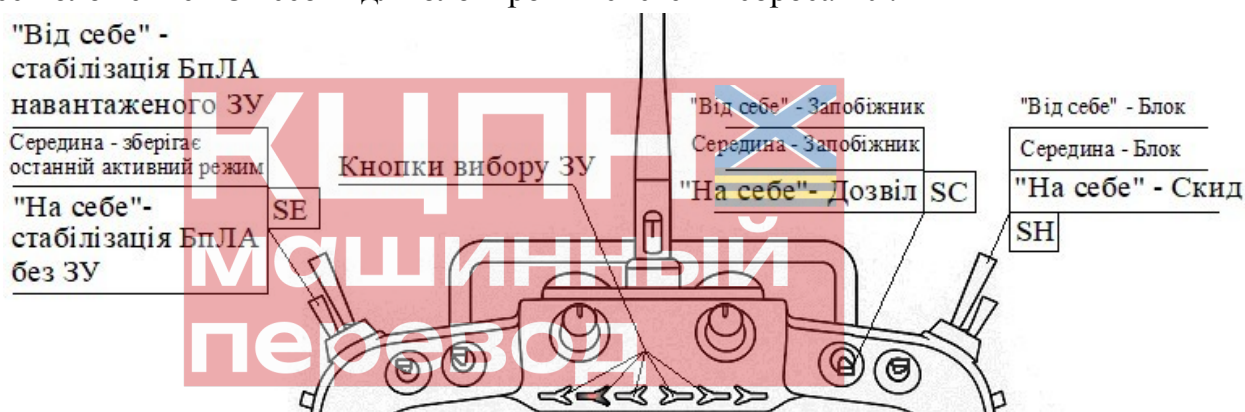

Рисунок 71. Органы управления, задействованные при сбросе ЗУ
- 1) Нажмите одну из шести кнопок выбора ЗУ, что активирует соответствующее ЗУ и подтверждается красным индикатором (рис. 71);